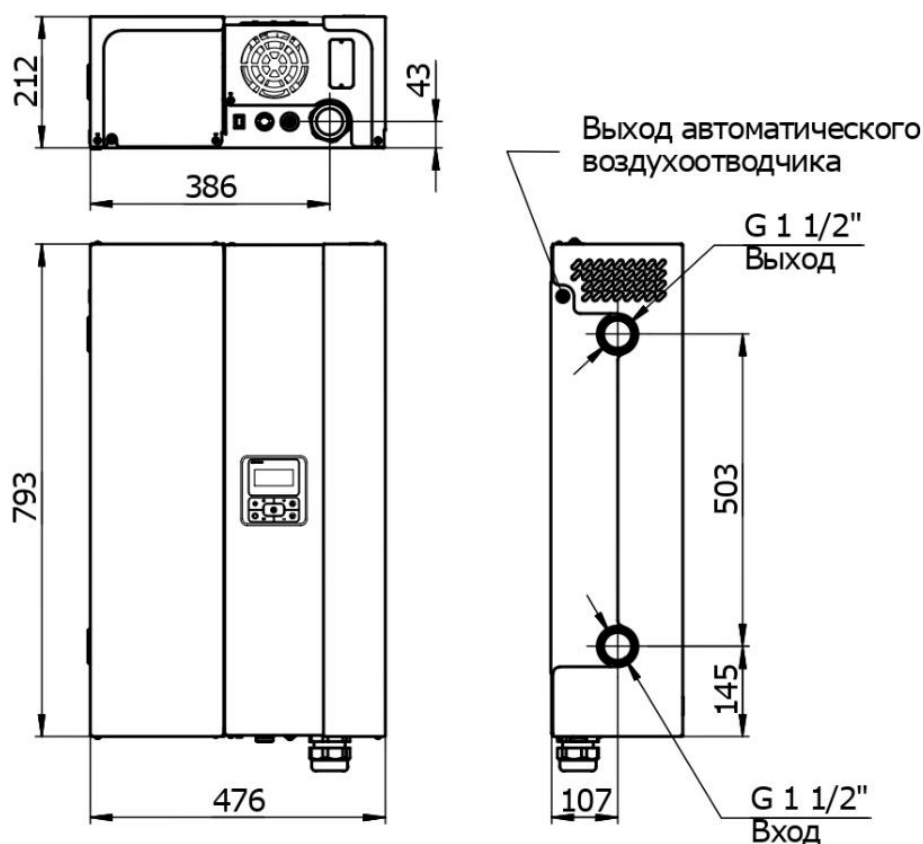

Рис. 1
4.1. Габаритные и присоединительные размеры электрокотла ЭНЕКО УНИВЕРСАЛ показаны на рис. 1.